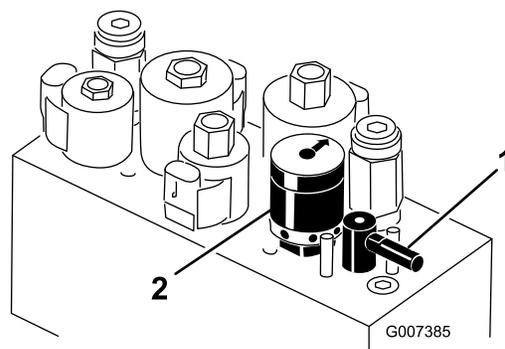

Bild 59
5. Drehen Sie den Läpphebel auf R (Bild 59).
6. Drehen Sie dann das Handrad zur Spindeldrehzahl auf Einstellung 1 (Bild 59).